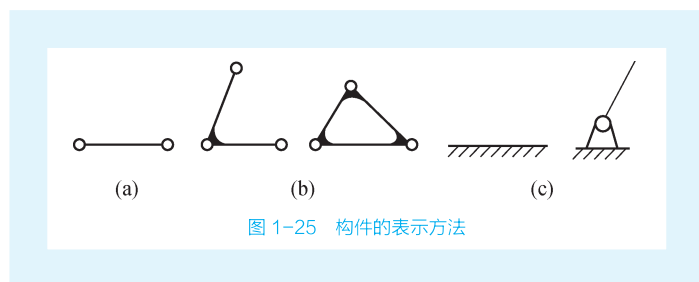

图 1-25 构件的表示方法
(1) 构件的表示方法。对于轴、杆、连杆,常用一根直线表示,两端画出运动副的符号,如图 1-25 (a) 所示;若构件固连在一起,则涂以焊缝符号,如图 1-25 (b) 所示;机架的表示方法如图 1-25 (c) 所示。